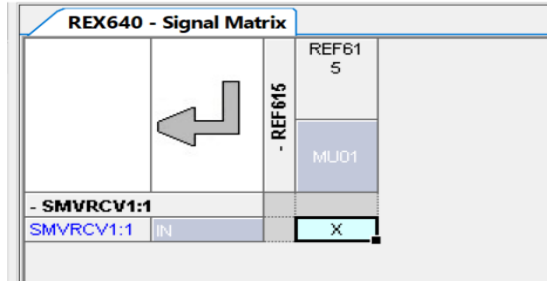

Imagen 380_Selección de comunicación SMV para el REX640.
5.2.36 Regresando a nuestro proyecto, daremos clic derecho en el “REF615” y vamos a seleccionar “Signal Matrix -SMV”, como se observa en la **Imagen 380**.